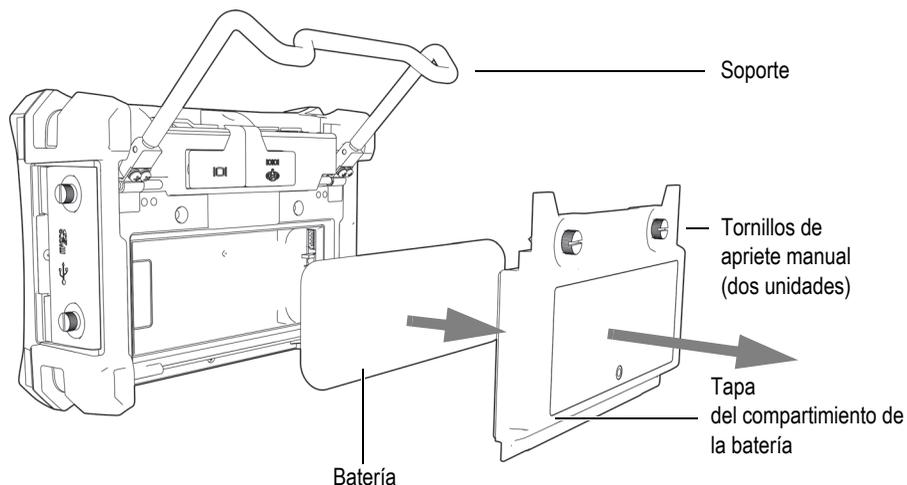

Figura 2-10 Reemplazo de la batería de iones de litio
1. Levante el soporte del equipo BondMaster 600. Ver la Figura 2-10 en la página 45.